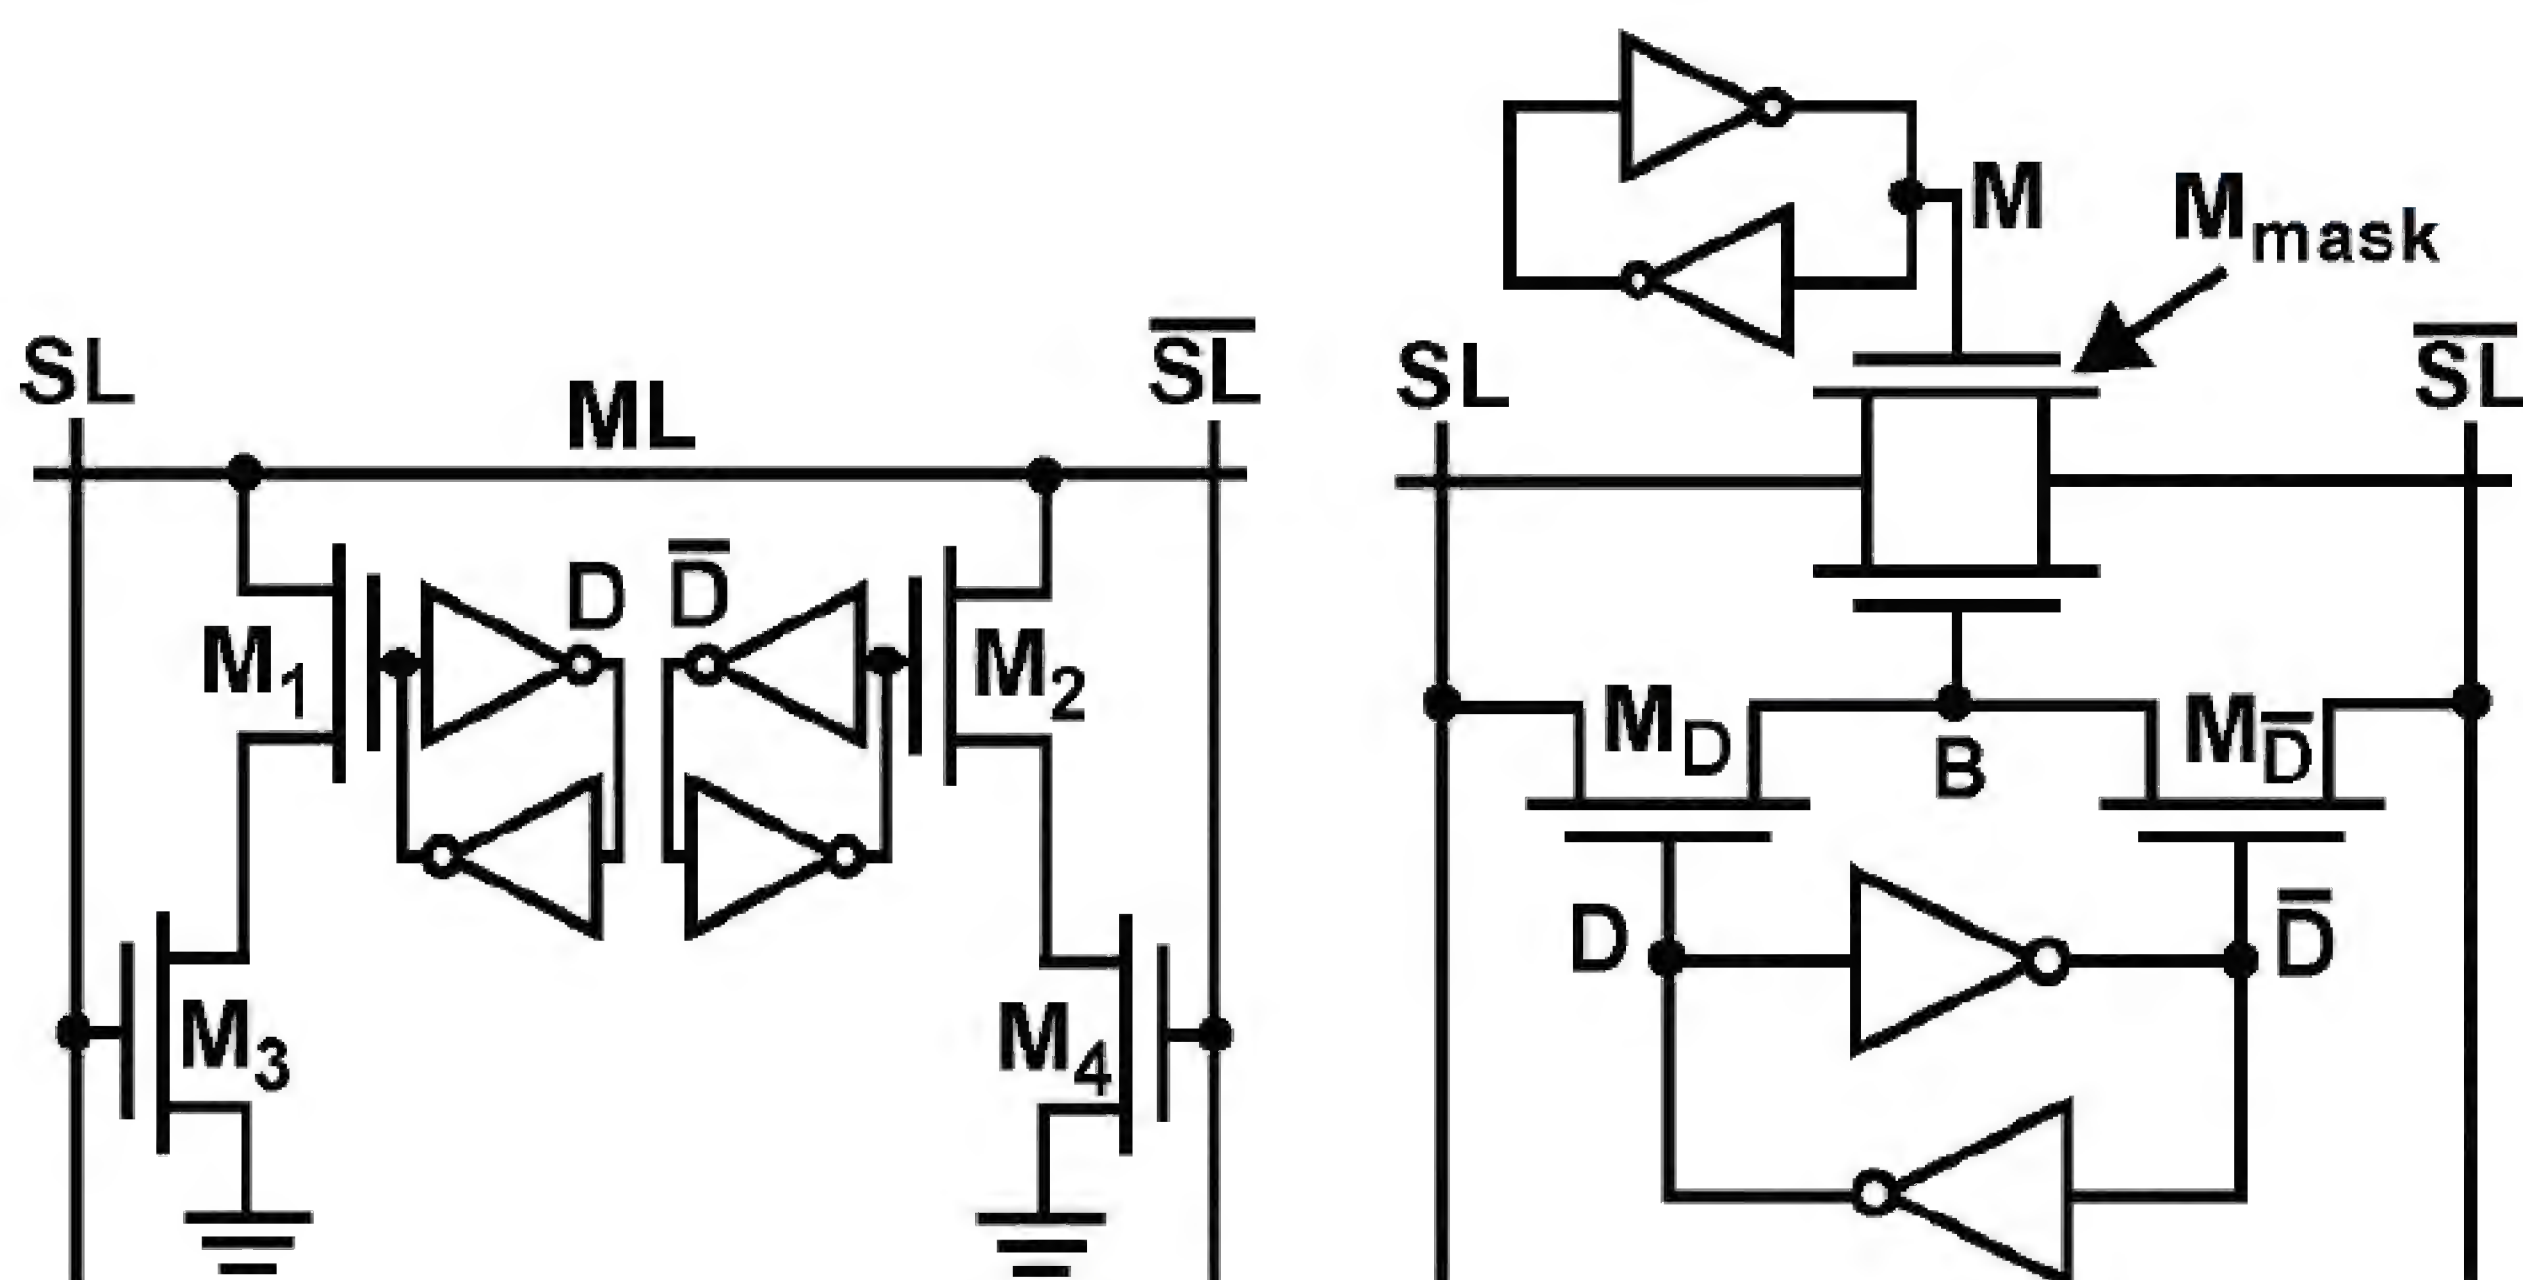

图3-274 NOR和NAND型Ternary CAM Cell示意图
0、1、\*，这是每个Cell需要存储的三种状态，首先要解决如何让一个Cell存储三种状态。先贤们的智慧是无穷的。如图3-274所示为NOR和NAND型Ternary CAM Cell示意图。所谓Ternary CAM就是三态CAM的意思。如图所示，对于左侧的NOR型设计，如果使用两个锁存器分别表示1位，那么这个Cell依然可以当作普通SRAM来用，但是如果要让它表示\*通配符，那么需要将两个锁存器都存为逻辑1，此时ML处于慢漏模式，表示命中匹配。同理，对于右侧的NAND型设计，只要在ML处增加一个MOS管，与原有MOS管并联，然后其栅极连接另一个锁存器，不管图中B点是否可以让ML导通，只要让M点为逻辑1，